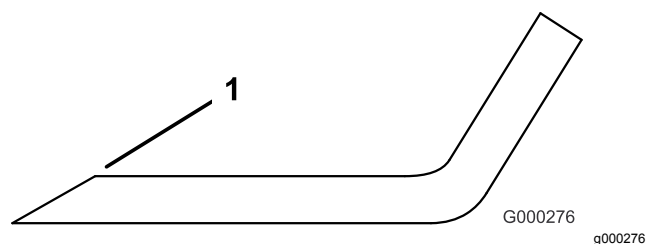

Figura 131
3. Inspeccione los filos de corte de todas las cuchillas, y afílelos si están romos o tienen mellas (Figura 131).
Nota: Afíle únicamente la parte superior del filo y mantenga el ángulo de corte original para asegurar un filo correcto (Figura 131). La cuchilla permanece equilibrada si se retira la misma cantidad de material de ambos filos de corte.